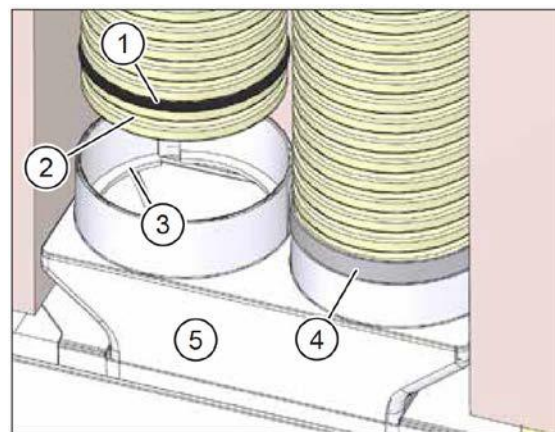

Рис. 28: зафиксируйте соединение гибкой трубы уплотнительной лентой
- ▶ Вставьте уплотнительные кольца (поз. 1 на рис. 28) во второй паз гибкой трубы. Они доступны в качестве комплектующих аксессуаров M-WRG-FR-DR75 (арт. номер 5056-41/75) или M-WRG-FR-DR63 (арт. номер 5056-41/63) соответствующего диаметра.
- ▶ Вставьте гибкие трубы в отверстия соединительного элемента гибких труб. Убедитесь, что первый паз гибкой трубы (поз. 2 на рис. 28) замыкается в стопорном кольце (поз. 3 на рис. 28) соединительного элемента гибкой трубы.
- ▶ Рекомендация: герметизируйте место соединения одним слоем уплотнительной ленты шириной 30 мм (поз. 4 на рис. 28).
- ▶ Вставьте соединительный элемент гибких труб (поз. 5 на рис. 28) в отверстие в монтажной коробке.